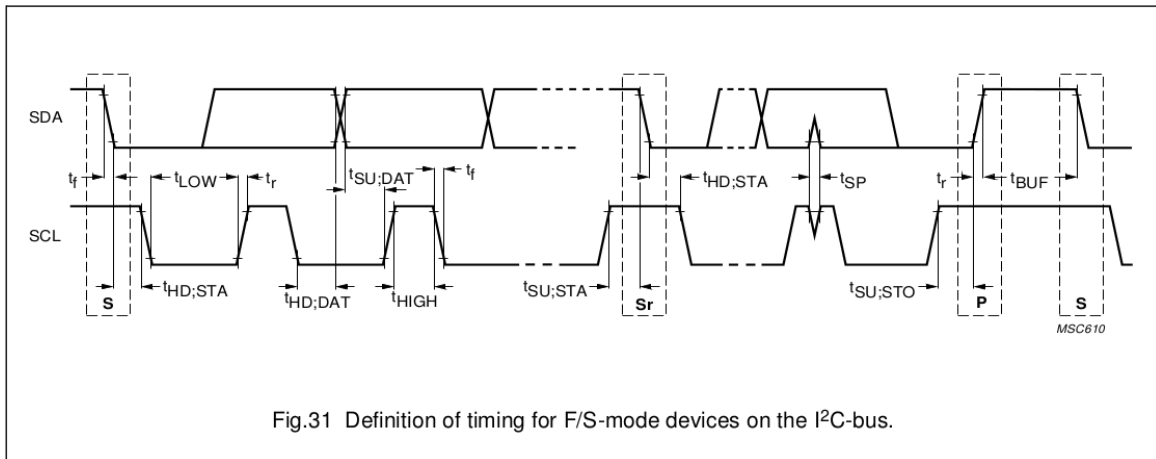

图 28-3. I2C 协议时序 (引自 The I2C-bus specification Version 2.1 Fig.31)
- 命令控制器 CMD_Controller： 产生 (R)START、STOP、WRITE、READ 和 END 指令
- SCL 时钟控制器 SCL_FSM： 用来产生满足 I2C 协议的 SCL 时钟。图 28-3 和图 28-4 是 I2C 协议的时序图和对应的参数表。